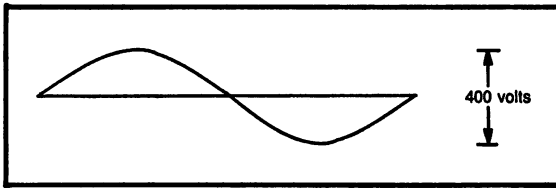

Fig. 11-8. Problem 13.
- (13) Figure 11-8. Given? _____